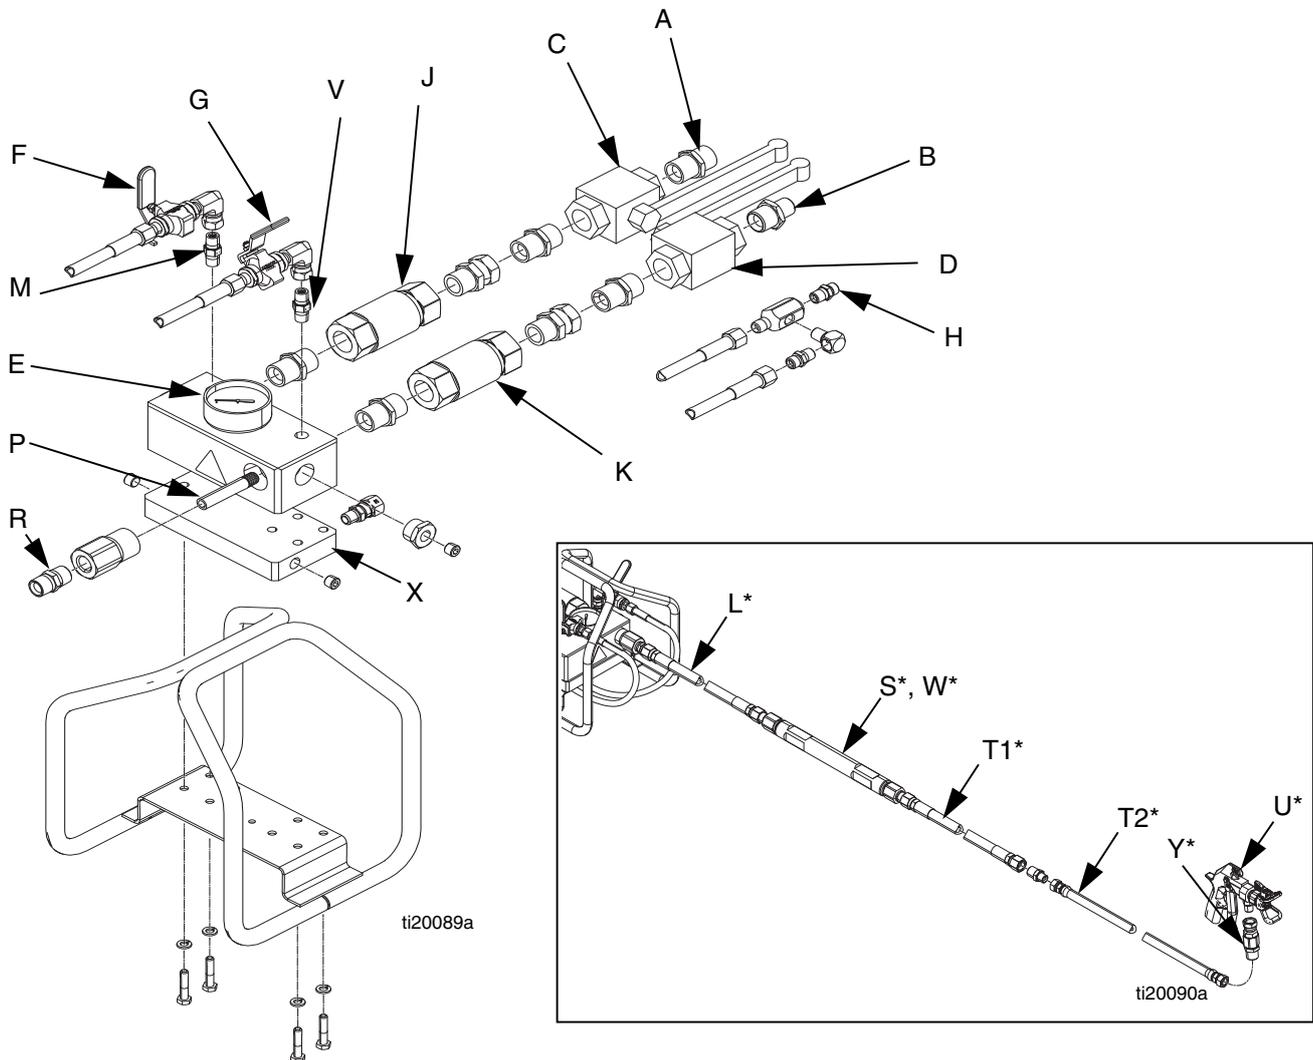

FIG. 1: Instalación típica
Siga estas recomendaciones para la puesta en marcha (consulte la FIG. 1 en la página 6):
Consulte la FIG. 1 en la página 6. Las entradas de fluido A y B están equipadas con válvulas de retención de 3/4 in, válvulas de bola, accesorios de 3/4 in x 3/4 in npt y un accesorio de 3/4 in x 1/2 in. Conecte las mangueras de fluido de 3/4 in y 1/2 in npsm(f) mediante los dos racores adaptadores.
Consulte la FIG. 1 en la página 6. Conecte la línea de suministro de disolvente de la bomba de disolvente a la válvula de entrada de disolvente de 1/4 npt(m) (H). Use una manguera con conexión de tierra aprobada por Graco calificada para soportar la presión máxima de funcionamiento del fluido de la bomba de disolvente. El disolvente elegido debe ser químicamente compatible con el material de la manguera.
Consulte la FIG. 1 en la página 6. Conecte la manguera integradora de 1/2 in D.I. x 2 pies (mínimo) (L) a la salida de fluido del colector de mezcla (R). Luego conecte el mezclador estático (S) a la manguera de mezcla (T1) de 1/2 npt(h) (L). Conecte la manguera flexible de fluido (T2) a la manguera de mezcla y la pistola a la manguera flexible.
Consulte la FIG. 1 en la página 6. El colector XM PFP tiene una placa de aluminio de 1 in de grosor con accesorios de compresión de latón para la manguera de nylon de 1/2 in de D.E. x 3/8 in de D.I. utilizada para hacer circular el agua/glicol calientes y calentar el colector de mezcla.